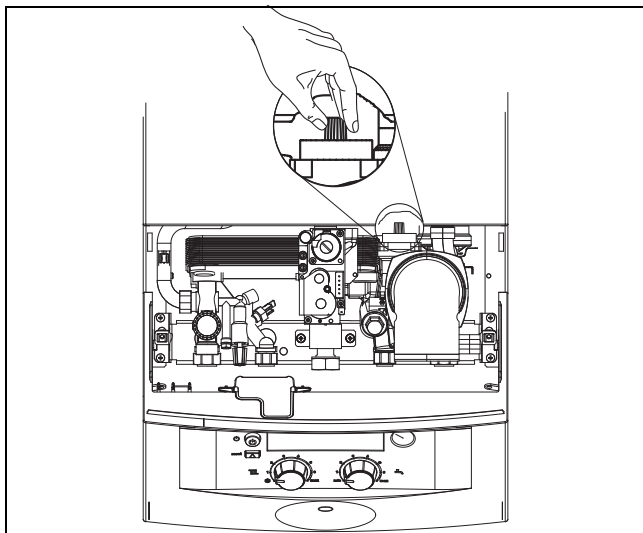

Fig. 14 Purgador automático
- ▶ Para evacuar el aire del aparato empleando el purgador automático que incorpora, abrir el tapón del mismo (Fig. 14).